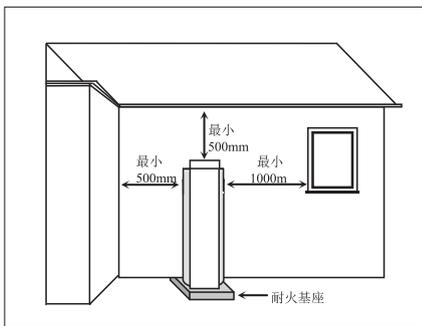

图2 安装位置
- ◆ 热水器的顶部不能放置任何物品，其排烟口与建筑物任何门窗或转角的最小距离要求如图2所示。